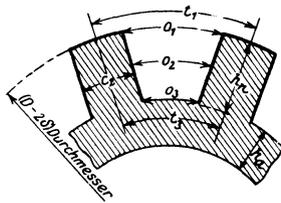

Abb. 239. Trapezförmige Läufernut.
B. Trapezförmige Nut. Bei trapezförmiger Nut soll der Zahn überall die gleiche Zahnstärke c_2 erhalten. Nur darf die Induktion \mathfrak{B}_z die Werte 10000...15000 nicht übersteigen, da sonst die erforderliche Durchflutung für den Zahn zu groß ausfällt. Die Zahnstärke c_2 folgt wieder aus der Gl 144a (s. Abb. 239)